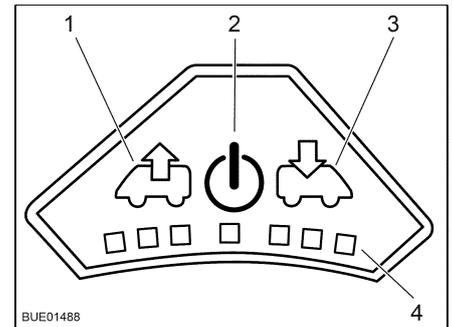

Fig. 87 Panneau de commande du ventilateur
Allumer : ■ Appuyer sur la touche Marche/Arrêt (Fig. 87,2). Le ventilateur fonctionne en mode confort (aération à faible vitesse de rotation).
- Pour augmenter la vitesse de rotation du ventilateur : Appuyer sur la touche Ventiler (Fig. 87,1). La vitesse de rotation du ventilateur augmente d'un niveau de puissance dans le sens de l'échappement. Les DEL (Fig. 87,4) montrent les niveaux de puissance.
- Pour réduire la vitesse de rotation du ventilateur : Appuyer sur la touche Aérer (Fig. 87,3). La vitesse de rotation du ventilateur diminue d'un niveau de puissance.
- Pour augmenter la vitesse de rotation du ventilateur : Appuyer sur la touche Aérer (Fig. 87,3). La vitesse de rotation du ventilateur augmente d'un niveau de puissance dans le sens de l'aération. Les DEL (Fig. 87,4) montrent les niveaux de puissance.
- Pour réduire la vitesse de rotation du ventilateur : Appuyer sur la touche Ventiler (Fig. 87,1). La vitesse de rotation du ventilateur diminue d'un niveau de puissance.
- Appuyer sur la touche Marche/Arrêt (Fig. 87,2). Le ventilateur s'arrête, les DEL s'éteignent.